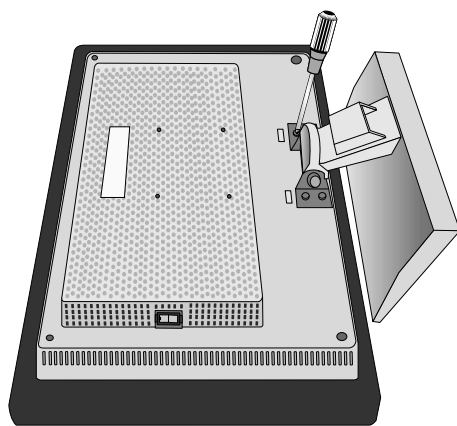

Abbildung R.2
4. Entfernen Sie die 4 Schrauben, mit denen der Fuß am Monitor befestigt ist, und heben Sie den Fuß ab (**Abbildung R.2**). Der Monitor kann jetzt auf andere Art montiert werden.